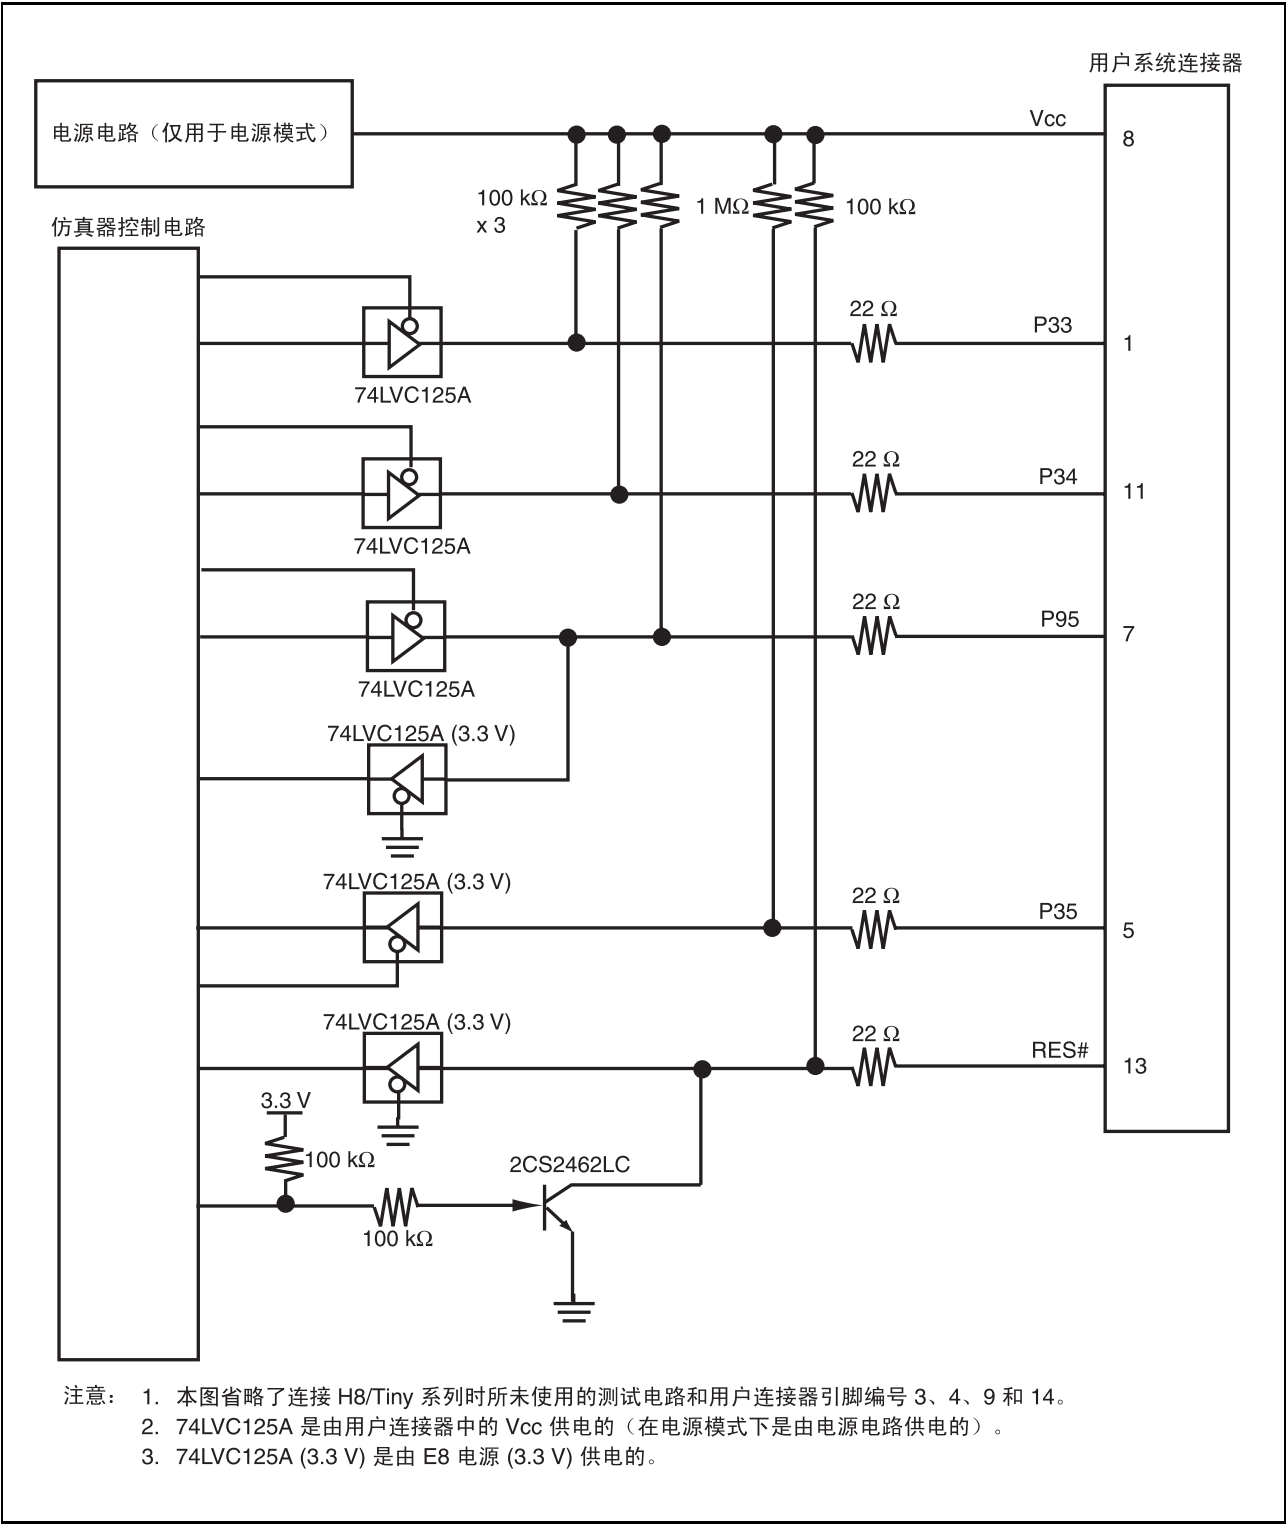

图 4.6 E8 仿真器中的接口电路（参考）
8. 图 4.6 和 4.7 分别显示了 E8 和 E8a 仿真器中的接口电路。请参考这些图来确定上拉电阻值。